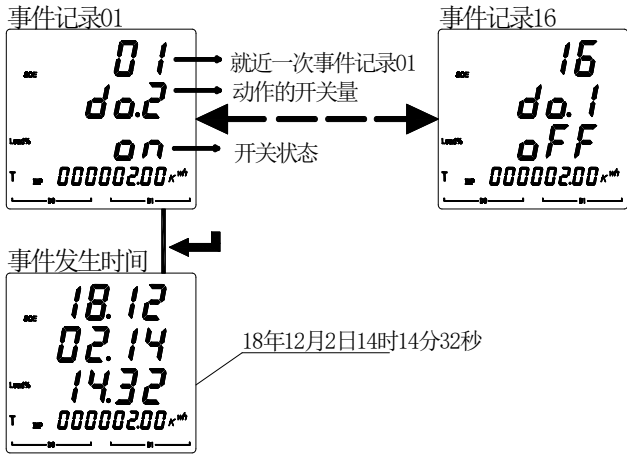

图 25
5.2.7 查看 PZ72L/80L/96L 的事件记录参数步骤如图 25 所示